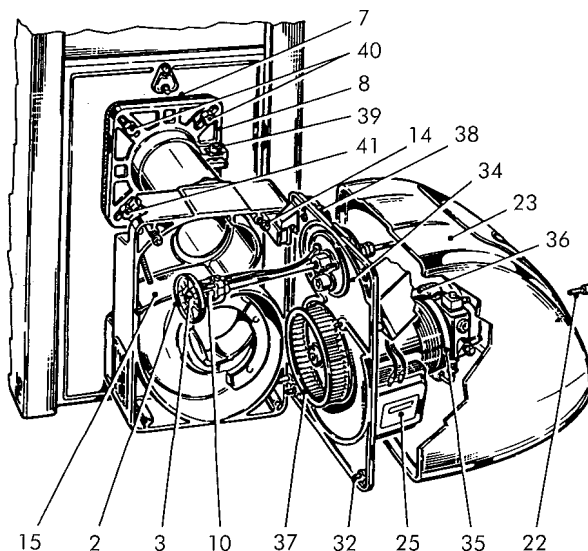

Fig. 16
- Oter le couvercle (23) en desserrant la vis (22);
- Desserrer complètement les vis inférieures (32);
- Desserrer partiellement les vis supérieures (14);
- Soulever la plaque de support des composants (34) pour la dégager et l'accrocher au logement spécial en suivant les indications de la figure 16.